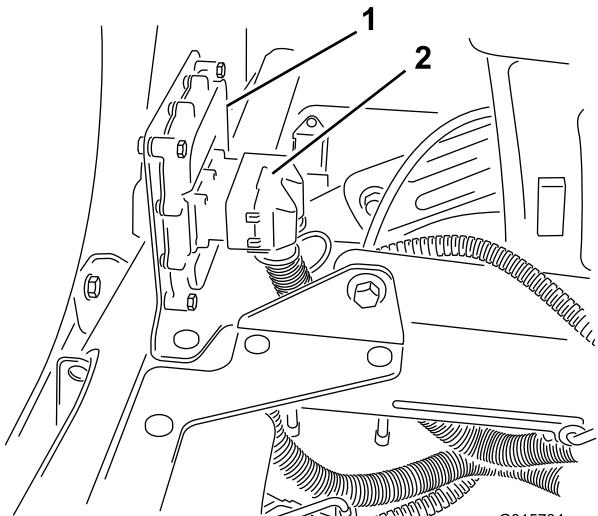

図 16
- ワイヤハーネスについている端子を電子コントローラに接続し、六角レンチで固定する (図 16)。